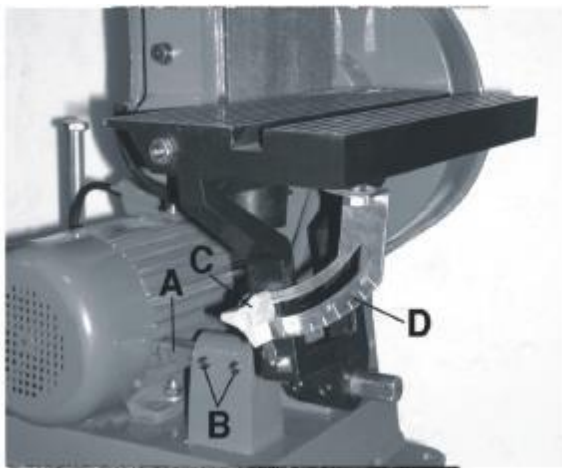

Рис. 14
1. Снять узел наклоняемого стола из положения установки у шлифовального диска и переставить его, как показано на рис. 14.
2. Установить наклоняемый стол на расстоянии максимум 1/16 дюйма от шлифовальной ленты и затем закрепить опорный вал (А), рис. 14, затянув два установочных винта (В).
Стола можно установить с углом наклона от 0° до 45° путём ослабления рукоятки (С) фиксации стола, рис. 14, наклона стола на требуемый угол, указываемый на шкале (D) стола, и затягивания рукоятки фиксации. Проверить правильность требуемого угла, перпендикулярность стола ленте выверить комбинированным угольником. Для перестановки указателя угла ослабить винт указателя и переставить его.